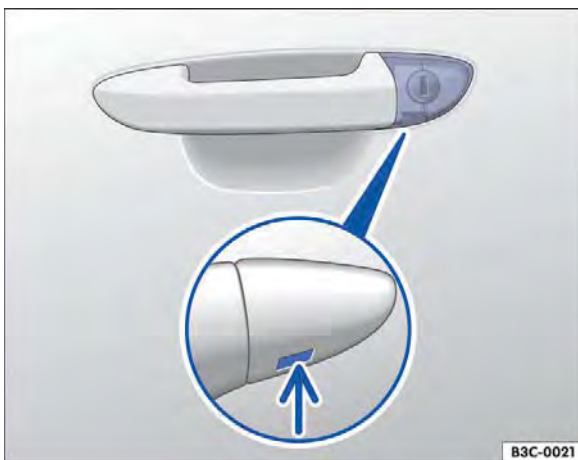

Fig. 217 Maçaneta da porta do condutor: cilindro da fechadura coberto.
- Introduzir a chave de emergência na maçaneta da porta do condutor por baixo na abertura da capa de cobertura ⇒ Fig. 217 (seta) e removê-la de baixo para cima.